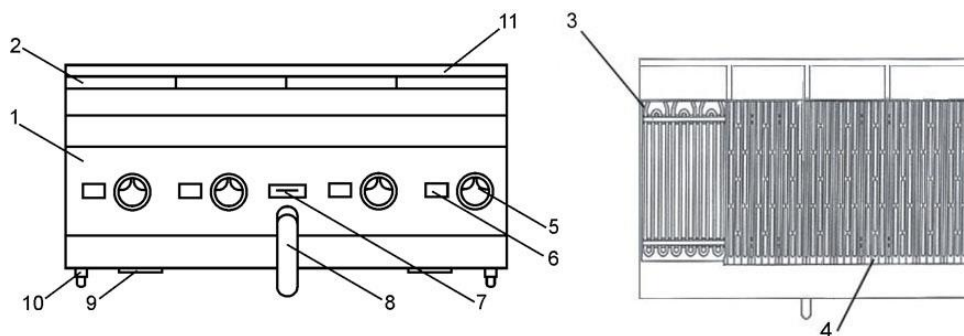

Рис. 1 Общее устройство электрического водяного гриля
Водяной гриль ЕТК-ВSТ – это электрический прибор с рабочей поверхностью, разделенной на несколько независимых зоны нагрева (от 1 до 7). Каждая из зон представляет собой 3 отдельные чугунные решетки 4 (см. рис. 1), расположенные над 3 нагревательными элементами (ТЭНами) 3. Под нагревательными элементами размещается ёмкость с водой, обеспечивающая равномерность распределения тепла нагревателей и частичное поглощение жира, выделяющегося при жарке. К водяной ёмкости подсоединяется съёмная сливная трубка (излив) 8.
Устройство состоит из (см. рис.1):
- Плавно поверните регулятор мощности гриля б (рис.1) соответствующей зоны нагрева **по часовой стрелке** и установите необходимую для работы мощность – температуру жарочной поверхности (см. табл.3).